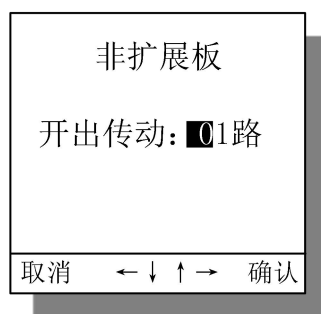

图 34 开出传动界面
- 1) 就地开出传动。在开出传动板件选择界面选择一个条目按[←]键进入开出传动界面，用户可操作方向键[▲]、[▼]、[◀]、[▶]来移动光标到要调整的数值上，用[+]、[-]键来调整开出传动号。修改完成后，按[⏪]键退到传动投入界面。用户再操作[+]或[-]键选定是否投入传动，[√]表示传动投入状态，[×]表示传动不投入状态，按[←]键确认其选定的状态。开出传动界面图见图34，图仅作参考，不同型号装置可能稍有差别。